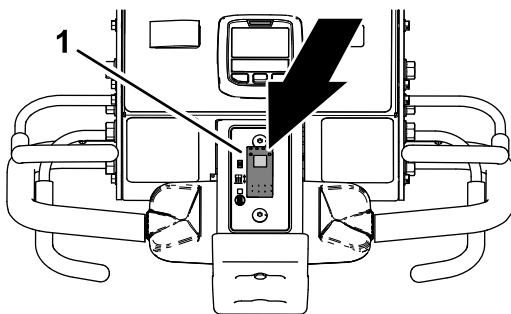

Bild 89
- Drücken Sie den oberen Teil des Absenkschalters (Bild 89) in die VERZÖGERTES ABSENKEN-Stellung.